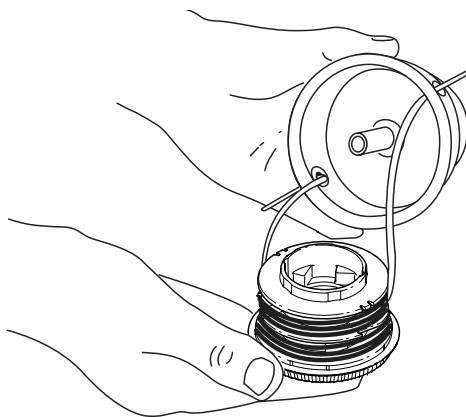

Fig. 15
3. Inserte los extremos de la línea de corte del nuevo carrete interior dentro de los ojalillos de la bobina exterior (Fig. 15). Coloque el nuevo carrete interior con la flecha hacia arriba dentro de la bobina exterior.